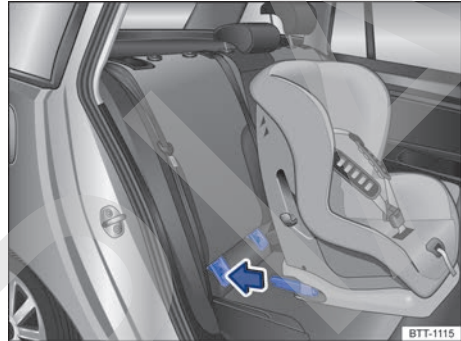

Fig. 41 Representación esquemática: montaje de un asiento para niños ISOFIX con conectores.
- Introduzca los conectores del asiento para niños en los anclajes ISOFIX en el sentido de la flecha → fig. 41. El asiento para niños deberá encastrar de forma segura y audible.